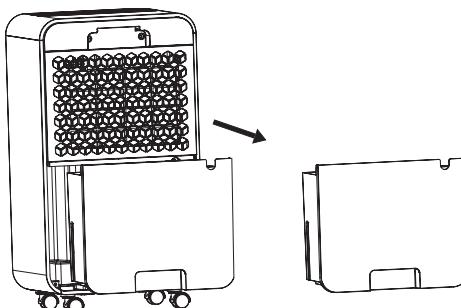

Рис. 4
- Возьмите бак по бокам, чтобы его выдвинуть (рис. 4).